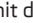

Abb. 159 Taste für direktes Ein-/Ausschalten der Zusatzheizung (Standheizung und -lüftung) auf dem Bedienteil der Climatronic / manuellen Klimaanlage
- ▶ Manuell mit der Symboltaste  auf dem Bedienteil der Climatronic oder der manuellen Klimaanlage » Abb. 159.
Bei aktiviertem automatischem Einschalten leuchtet nach dem Ausschalten der Zündung für etwa 10 Sekunden die Kontrollleuchte in der Symboltaste  auf » Abb. 159.